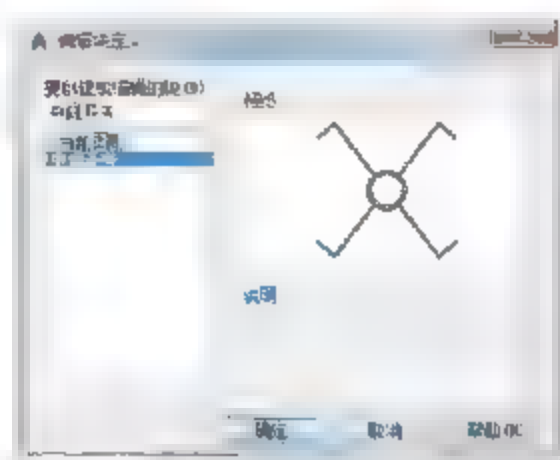

图7-64 【编辑块定义】对话框
**02** 单击【块】面板中的【块编辑器】按钮，弹出【编辑块定义】对话框，选择【中间开关】图块，如图7-64所示。